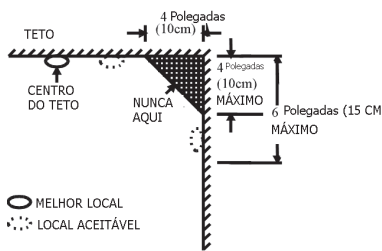
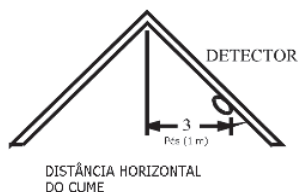

Figura 3: Recomendações para os melhores e mais aceitáveis locais para instalar os detectores de fumaça e calor.
Figura 4: Local de instalação recomendado para detectores de fumaça e calor em ambientes com tetos inclinados ou telhados de duas águas (inclinação > 20 graus).
- Instale os detectores de fumaça e calor o mais perto possível do centro do teto. Se isso for difícil, instale o detector a pelo menos 30 cm de paredes e cantos (*ver Figura 3*).
- Caso não seja possível instalar os detectores no teto, fixe-os nas paredes a uma distância de 30 a 50 cm do teto (desde que não contrarie as normas locais) (*ver Figura 3*).
- Se sua residência tiver teto inclinado ou telhado de duas águas, tente instalar os detectores a 90 cm do ponto mais alto do telhado, medindo horizontalmente (*ver Figura 4*).
- Em áreas com ar parado, como cumeeiras ou cantos entre paredes e tetos. O ar parado pode impedir que a fumaça chegue ao detector (*ver Figura 3 e Figura 4 sobre os locais de instalação recomendados*).